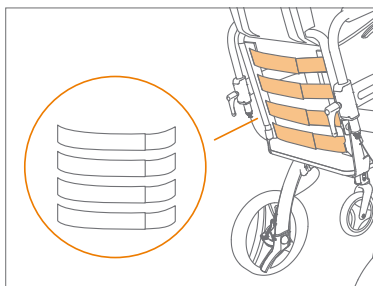

Abbildung 47: Lösen für mehr Sitztiefe.
- Stellen Sie die Riemen ein, indem Sie den Klettverschluss lösen und ihn wieder in der gewünschten Einstellung befestigen (**Abbildung 47**).